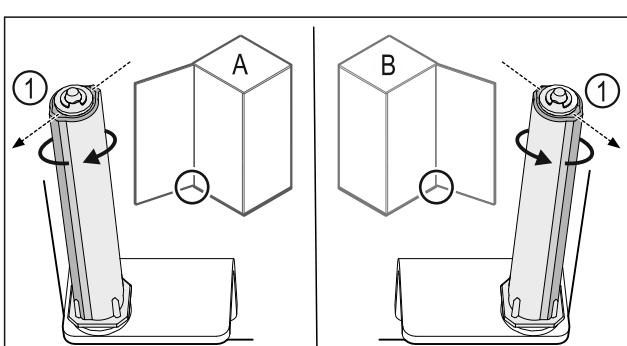

Fig. 42 左门挡 (A) / 右门挡 (B)
- ▶ 克服阻力转动关门系统，直至关门系统 Fig. 42 (1)的连接片朝外。